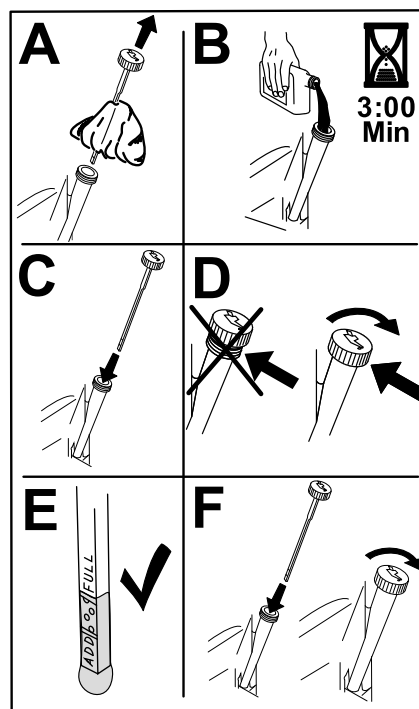

Figure 62
6. Versez lentement environ 80 % de l'huile spécifiée dans le tube de remplissage, puis faites l'appoint lentement jusqu'à ce que le niveau atteigne le repère maximum (Full) (Figure 62).